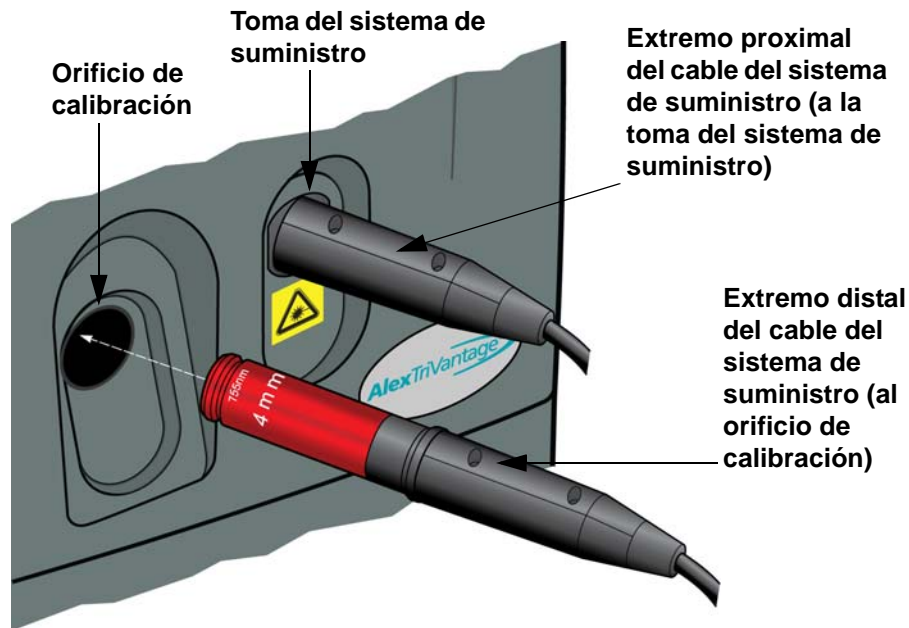

Figura 3-3: Inserción del aplicador en el orificio de calibración
- Introduzca el aplicador en el orificio de calibración. Los conectores incorporan clavijas y marcas de orientación que permiten alinear los conectores de forma correcta y sencilla (consulte la **Figura 3-3**).